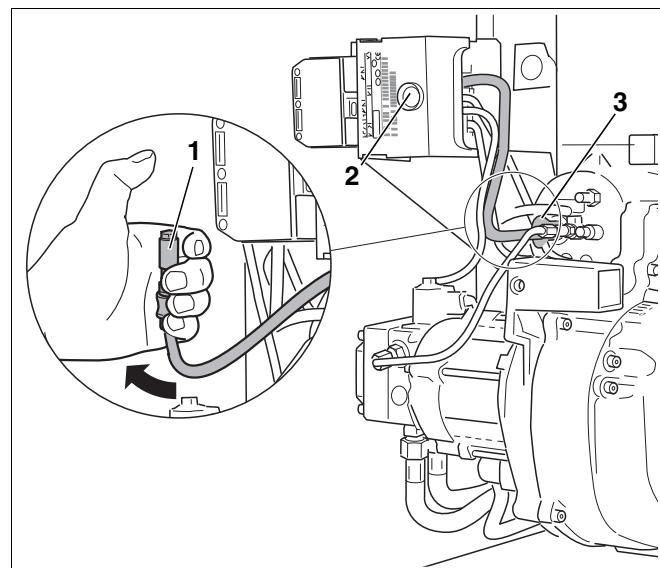

Рис. 19 Проверка работы датчика пламени
- При работающей горелке вынуть датчик пламени из держателя (Рис. 19, **поз. 3**).
- Закрыть датчик пламени (Рис. 19, **поз. 1**). После повторного запуска должно произойти отключение из-за неисправности.
- По истечении времени ожидания, составляющего примерно 30 секунд, нужно разблокировать автомат горения дизельного топлива, нажав кнопку подавления помех (Рис. 19, **поз. 2**).